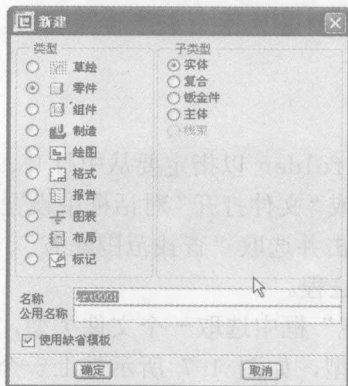

图 1-4 “新建”对话框
(1) 单击“新建”命令按钮，或单击“文件”→“新建”命令，打开如图 1-4 所示的“新建”对话框。
(2) 在这个对话框中列出了可以建立的新文件的类型。选取要创建的文件类型。如果“子类型”可用，它们也都会列出。